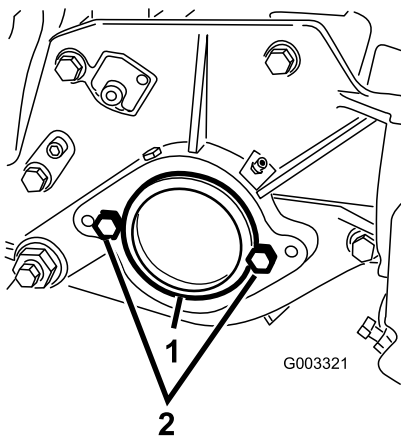

図 7
2. カッティングユニット右側のベアリングハウジングについているプラスチック製のプラグを外す図 7。
3. 右側サイドプレートからキャップスクリュー2本を取り外す図 7。
5. カッティングユニットの左側サイドプレートに、リールモータ取り付け用のキャップスクリュー2本を仮止めする図 7。